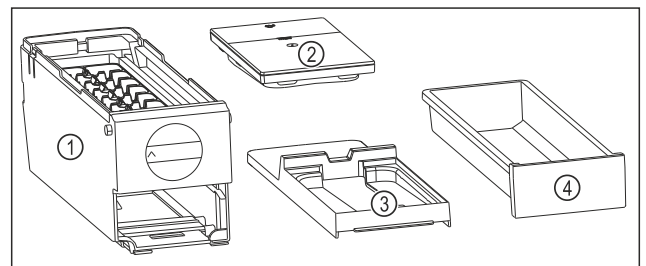

Fig. 113 Компоненти EasyTwist-Ice
- ▶ EasyTwist-Ice складається з чотирьох частин. (див. Fig. 113)
- ▶ Розбирайте EasyTwist-Ice тільки на зображені компоненти. (див. Fig. 113)
- ▶ Очистіть корпус EasyTwist-Ice Fig. 113 (1) без розбирання.